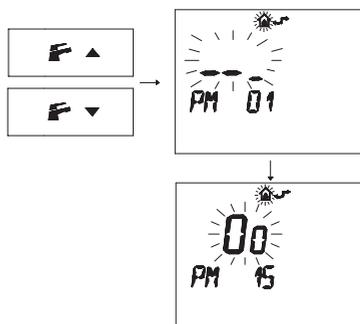

Figura 5.25
- Premere i pulsanti  o  per visualizzare la programmazione "PM15" abilitazione della sonda esterna (Figura 5.25).